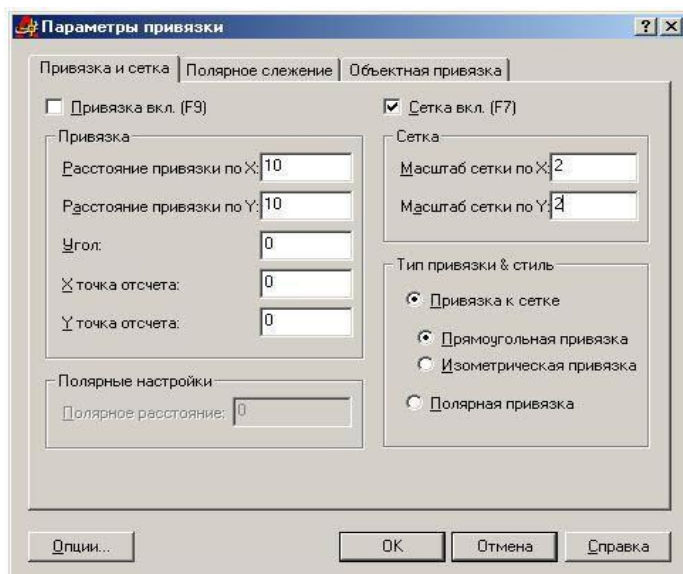

Рис. 7
8. Установите видимой сетку и измените ее параметры: **Инструменты/Параметры чертежа (Tools/Drafting Settings)**. На вкладке **Привязка и сетка (Snap and grid)** установите флаг **Сетка включена (Grid On)** и шаг сетки (**Grid**) по X и Y равным 2 (рис. 7).
13. В окне **Параметры чертежа (Drafting Settings)** на вкладке **Привязка и сетка (Snap and grid)** увеличьте шаг сетки и установите равные с шагом сетки параметры привязки: **Инструменты/Параметры чертежа (Tools/Drafting Settings)** (рис. 7).